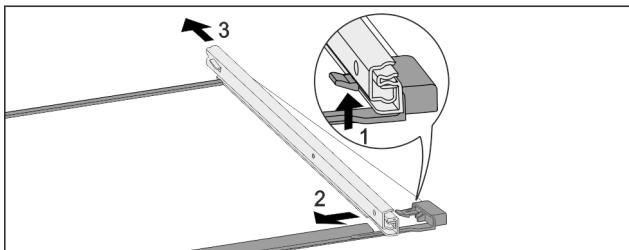

Fig. 77 Steklena plošča z vodili
- Sprednji zaskočni kaveljček potisnite navzgor. Fig. 77 (1)
- Izvlečno vodilo potisnite Fig. 77 (2) na stran Fig. 77 (3) in nazaj.